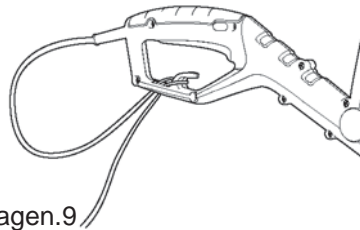

Imagen.9
2. Doble el alargador, aproximadamente a 30 centímetros del final. Dirija este bucle a través del orificio del protector de seguridad trasero y engánchelo en el retén antitensión del cable (4). Estire ligeramente del cable para comprobar que está firmemente sujeto al mango (Imagen 9).